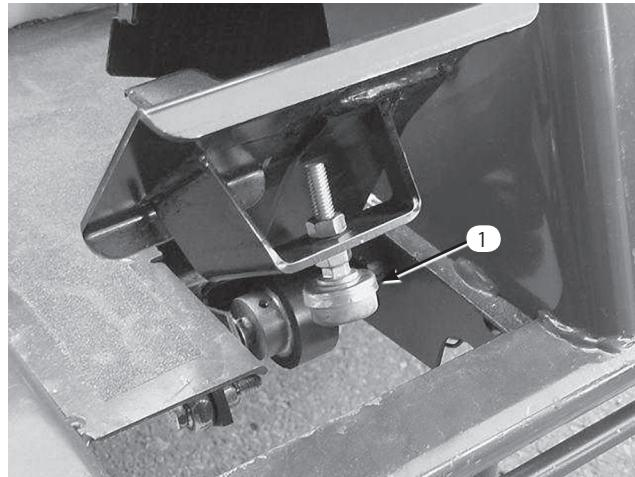

図58
1. 走行ペダルの調整状態を調べる。ポンプがフル・ストロークに達する直前に、ペダル・ストップ（図58）が床に当たればよい。